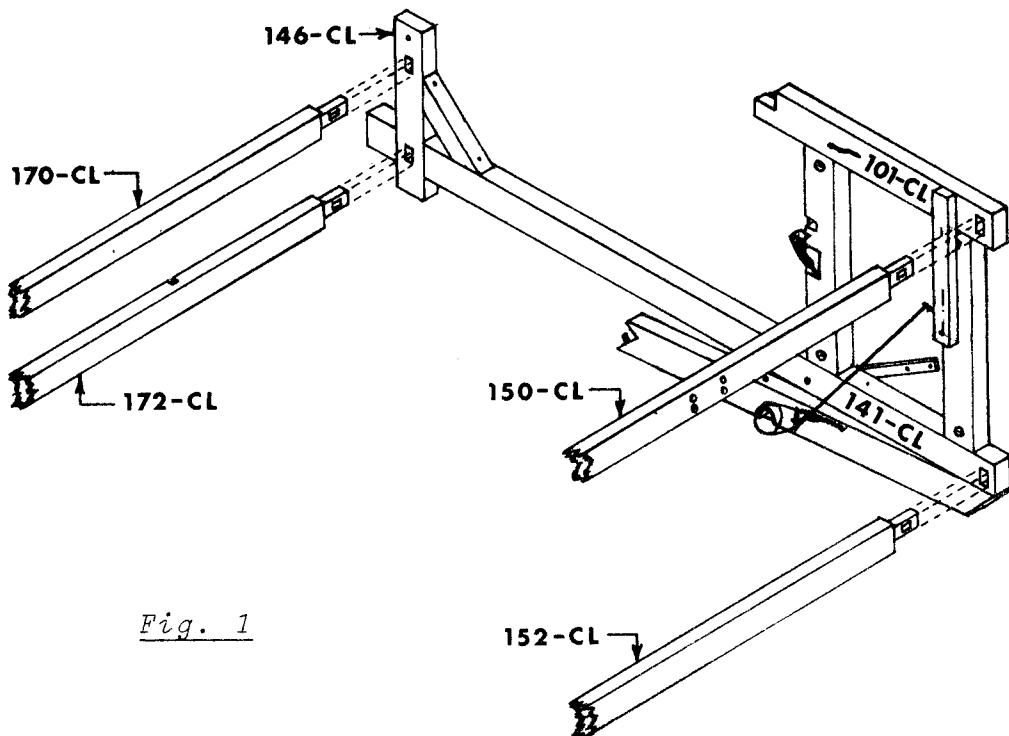

Fig. 1
1. Placer le bout droit du métier sur le dos tel qu'illustré sur la figure 1.
1. Place the right side of the loom (upright 141-CL) on the floor as indicated on the figure 1.